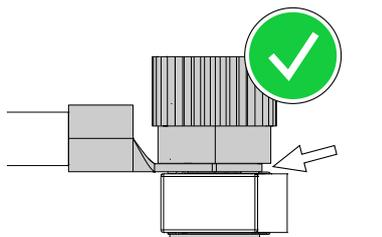
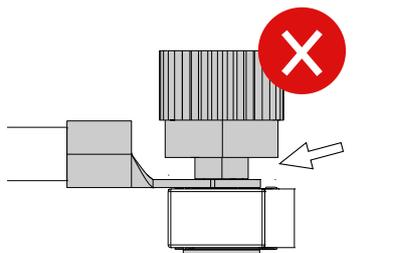

Abb.73. Korrekte Montage
Abb.74. Falsche Montage
6. Schrauben Sie die Kabelanschlüsse und die Sicherung mit dem Drehknopf (4) fest an. Die Kabel werden in einem Winkel von 90° bzw. 180° voneinander montiert. Die Sicherung wird im rechten Winkel zu den Kabeln angebracht, siehe Abb.73 – Abb.74.